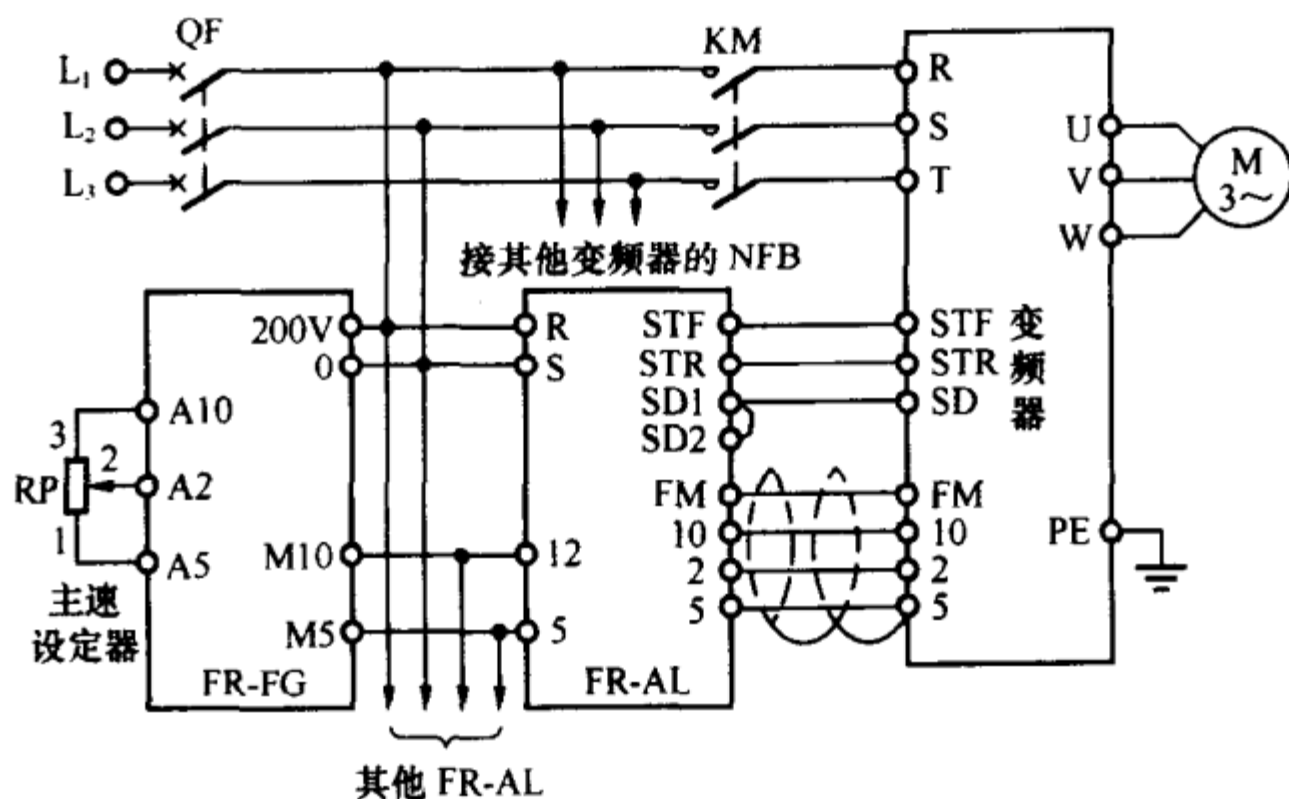

图 41 利用 FR-FG 和 FR-AL 实现多台电动机同步运行的线路
(1) 利用主速设定箱 FR-FG 和联动设定操作箱 FR-AL(日本三菱变频器)实现多台电动机同步运行。线路如图 41 所示。利用这两个外置单元，可以方便地调节主速度(主电动机的转速)，并使其余电动机的转速与此转速一致。